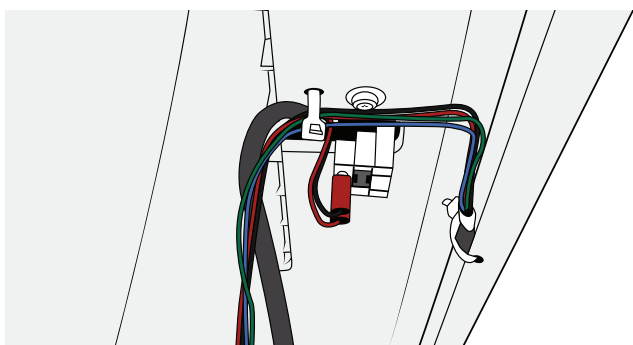

Figure 94
34. Positionnez le connecteur de l'éclairage d'ambiance et les câbles de l'arrêt d'urgence dans la même position qu'auparavant. Attachez-les avec des attaches de câble sous le rebord. Voir Figure 94.